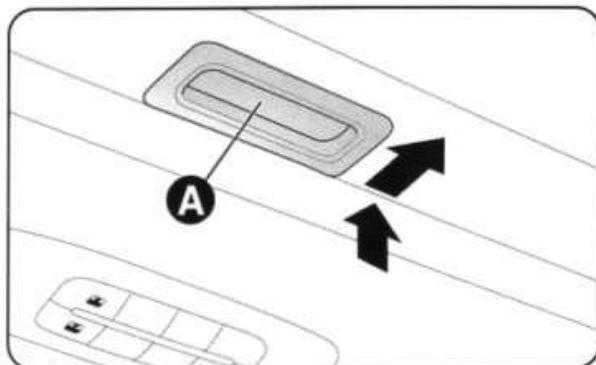

рис. 52
- нажмите на кнопку А (рис. 52) в закрытом положении;